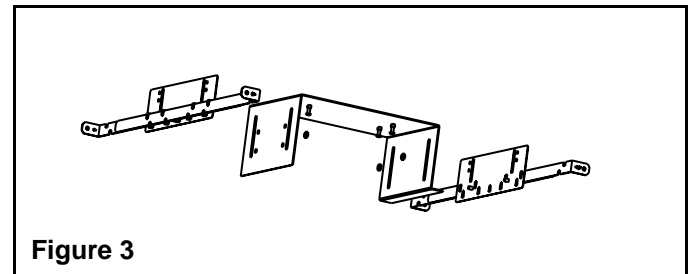

Figure 3
**“U” Bracket Installation in a T-bar Ceiling (Figures 3, 4 and 5)**
2. Mount the adjustment brackets from the hardware kit on the two sides of the “U” bracket, using the studs and nuts. Do not tighten (see Figure 3).
### Installation du support en " U " sur une structure de barres en " T " (Figures 3, 4 et 5)
- Les supports de réglage que vous trouverez dans l'ensemble de quincaillerie doivent être posés de chaque côté du support en " U " à l'aide des vis encastrées et des écrous. Ne pas resserrer les vis (voir Figure 3).